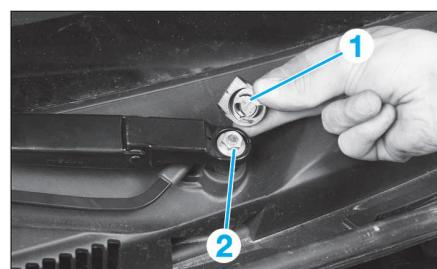

FIG. 22
- Déposer le capuchon (1) et l'écrou (2) (Fig.22).